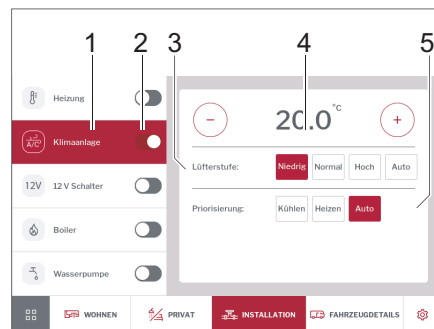

Bild 289 Klimaanlage
- Mit Schiebeschalter (Bild 289,2) Klimaanlage ein- oder ausschalten.
- Auf Schaltfläche *Klimaanlage* (Bild 289,1) tippen.
- Mit Plus- und Minus-Tasten gewünschte Wohnraumtemperatur einstellen (Bild 289,4).
- Gewünschte Priorisierung (Kühlen/Heizen/Auto) einstellen (Bild 289,5).
- Lüfterstufe wählen (Bild 289,3).